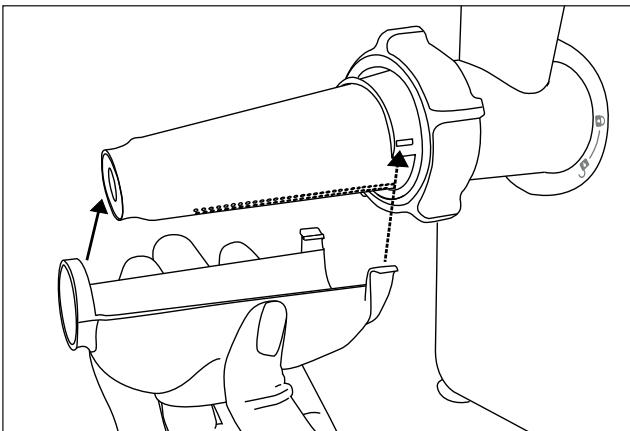

Abb. 2
► Für den Tomatenpassierer werden weder das Kreuzmesser ⑬ mit der Feder ⑫, noch eine Loch- oder Wurstscheibe ⑭/⑯ benötigt! Nehmen Sie alles ggf. aus dem Fleischwolfvorsatz ⑥ heraus.
- 3) Schieben Sie die Transportschnecke ⑪ in den Fleischwolfvorsatz ⑥.
- 4) Setzen Sie die Plastikschncke ⑨ auf die Transportschnecke ⑪. Achten Sie darauf, dass die eckige Achse der Transportschnecke ⑪ komplett in die eckige Aussparung der Plastikschncke ⑨ greift. Drehen Sie dazu die Plastikschncke ⑨ ggfs. etwas hin und her, bis sie festsetzt.
- 5) Schieben Sie dann das Passiersieb ⑩ komplett über die Plastikschncke ⑨. Setzen Sie es so an den Fleischwolfvorsatz ⑥, dass die zwei kleinen Fixierungen in die zwei passenden Aussparungen am Gewinde greifen. So lässt sich das Passiersieb ⑩ nicht mehr drehen. Die kleinen Löcher des Passiersiebes ⑩ zeigen nach unten.
- 6) Wenn alle Teile richtig aneinandergesetzt sind, stülpen Sie den Verschlussring ⑯ über das Passiersieb ⑩ und schrauben Sie diesen am Fleischwolfvorsatz ⑥ handfest auf.
- 7) Montieren Sie den Fleischwolfvorsatz ⑥ wie unter „Fleischwolf zusammenbauen“ beschrieben.
- 8) Befestigen Sie die Auffangschale ⑧ an dem Passiersieb ⑩ (siehe Abb. 2). Dazu schieben Sie den Ring auf die Spitze des Passiersiebs ⑩ und haken die Verschlüsse ⑦ beidseitig am breiten Ende ein. Das Loch in der Auffangschale ⑧ zeigt nach unten.